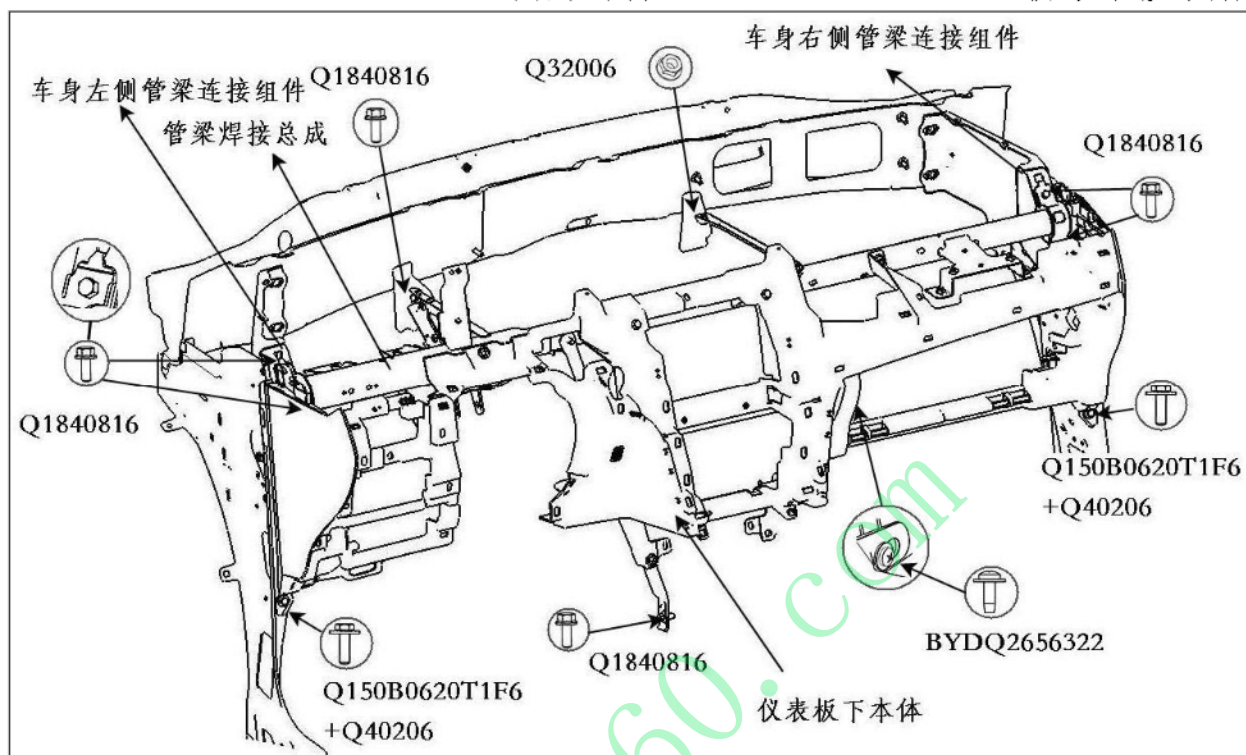

图 4.1.16 仪表板下本体的拆卸
1、拆卸前应先了解管梁焊接总成结构及各紧固件位置（见图 4.1.16）；